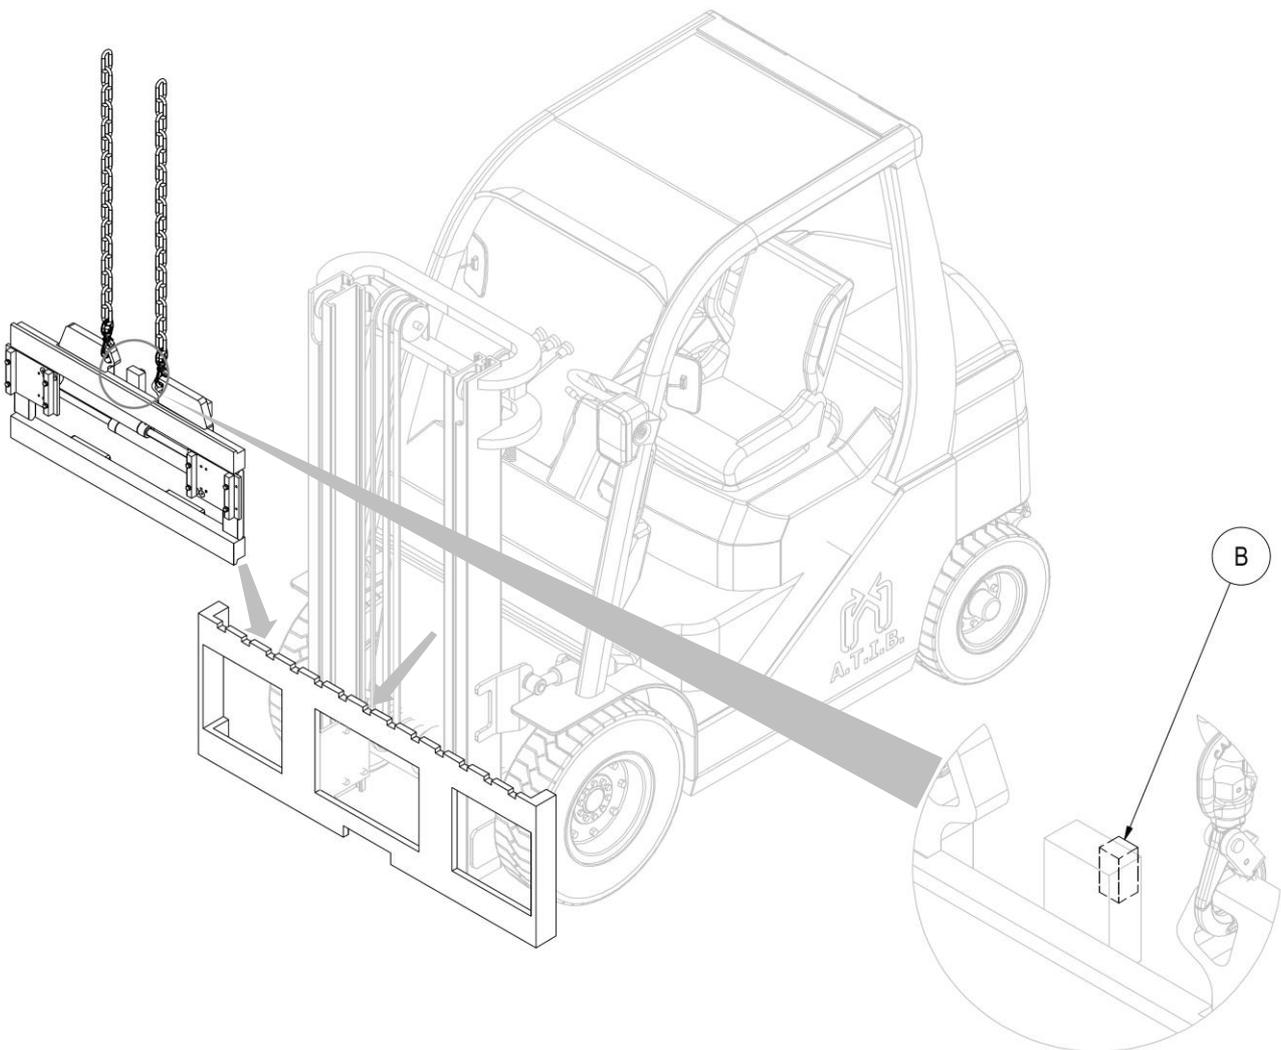

Figure 4
6. Accrocher l'équipement aux points de préhension supérieurs et, à l'aide d'un pont roulant ou d'un palan de capacité suffisante, le placer sur la plaque porte-fourche, en prenant soin d'engager la dent de centrage **B** dans l'encoche centrale de la plaque (voir *Figure 4*).